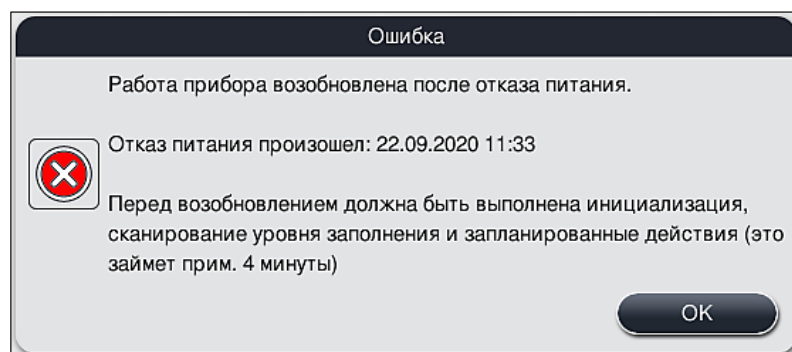

Рис. 108
- ① Первое информационное сообщение после автоматического перезапуска прибора уведомляет пользователя о времени нарушения подачи питания (→ "Рис. 108"). Подтвердите это информационное сообщение нажатием кнопки **OK** для активации дополнительных указаний для продолжения процесса окрашивания.